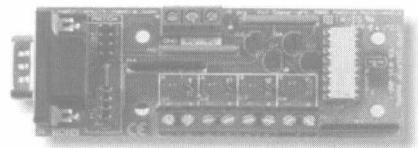

图 2.1-6 FlowCode 光电隔离板
(5) FlowCode 光电隔离板如图 2.1-6 所示。